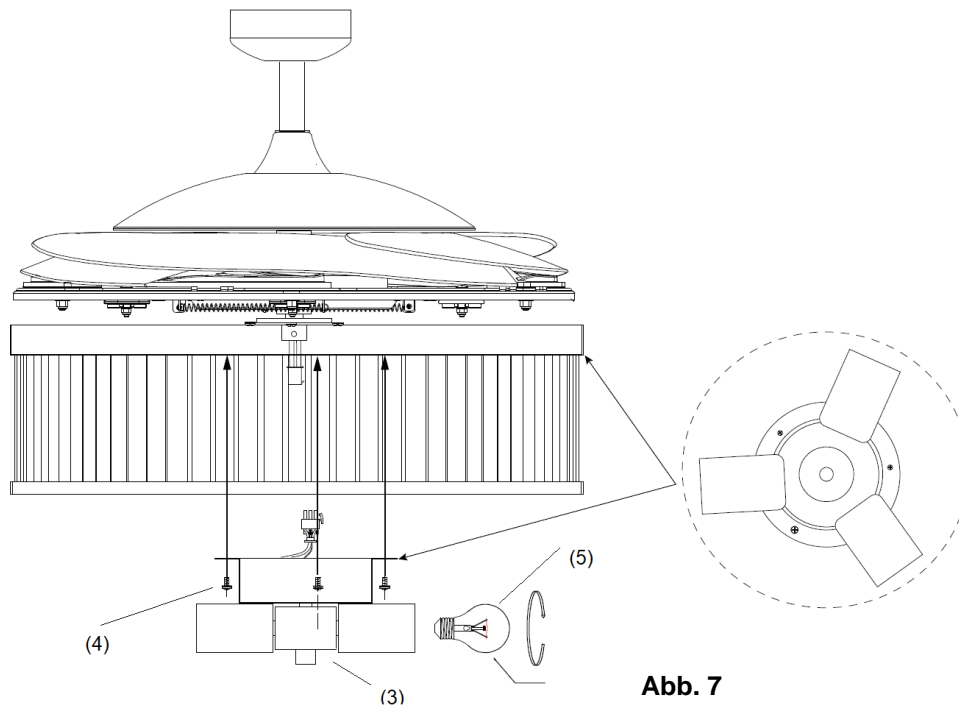

Abb. 7
4. Schließen Sie die Schnellkupplung am Lampenhalterungsteil (3) an. (Abb. 7)
5. Ziehen Sie den Lampenhalterungsteil (3) mit den drei Schrauben (4) an der Halterung des Beleuchtungssets fest. Überziehen Sie die Schrauben nicht.
6. Installieren Sie die Leuchtkörper (5) an den Lampenhaltern. Die maximale Nennleistung darf nicht überschritten werden.